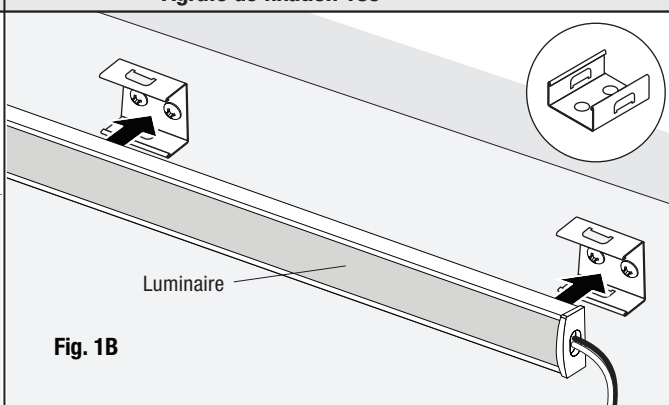
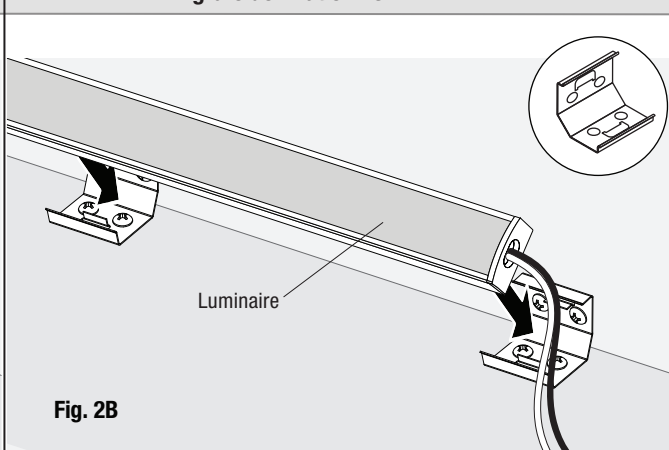
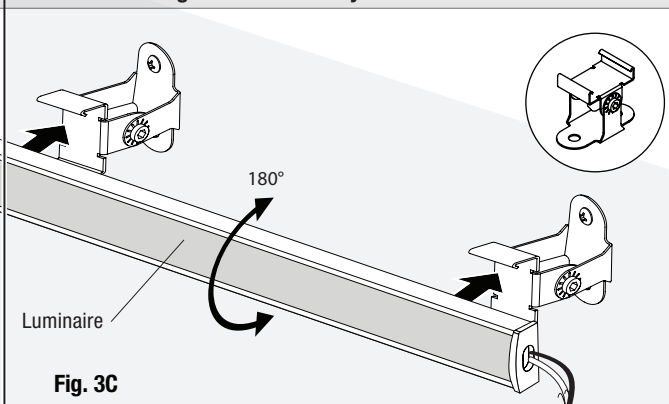

Fig. 1B
Fig. 2B
Fig. 3B
2. Clip the assembled luminaire into the clips (Fig. 1B, Fig. 2B, Fig. 3B).
2. Fixer le luminaire assemblé dans les agrafes. (Fig. 1B, Fig. 2B, Fig. 3B)